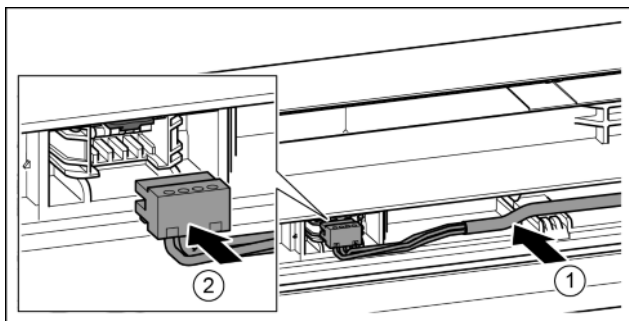

Fig. 42
- ▶ Pelēko vadu ievietojiet vadotnē augšējās durvīs. *Fig. 42 (1)*
- ▶ Nofiksējiet spraudni. *Fig. 42 (2)*